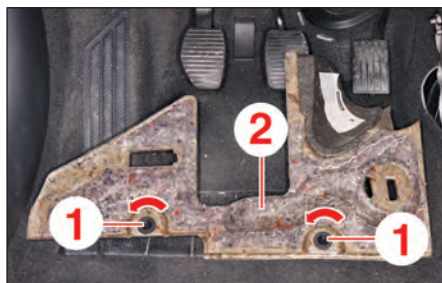

FIG.1
- Tourner les vis quart de tour (1) (Fig.1).
- la garniture inférieure gauche (2) de la planche de bord,